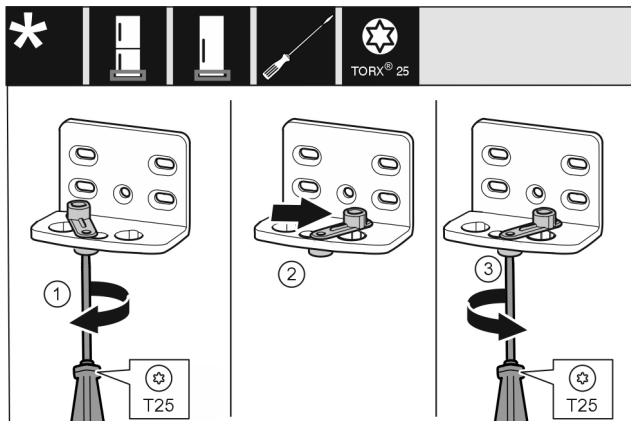

Fig. 14
- ▶ Odvijačem labavo uvrnite vijak Fig. 14 (1).
- ▶ Podignite pomagalo za zatvaranje vrata Fig. 14 (2) i okrenite ga za 90° nadesno u provrt.
- ▶ Odvijačem pritegnite vijak Fig. 14 (3).